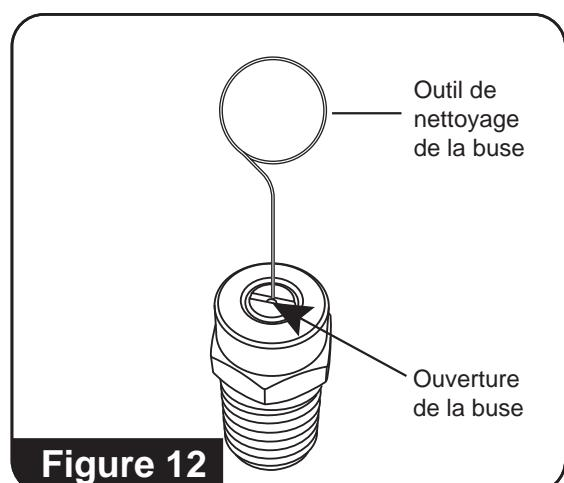

Figure 12
4. À l'aide de l'outil de nettoyage de buse, dégagéz tout corps étranger qui bouche ou qui obstrue les ouvertures de la buse (**consultez la figure 12**).